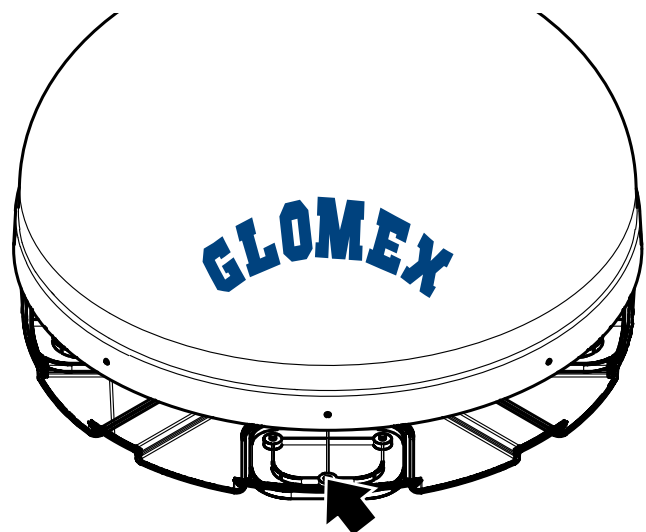

Fig. 11
5. OPERAZIONE OPZIONALE: rimuovere le piastre svitando i 2 dadi che le fissano al radome inferiore. Forare il radome inferiore con una punta di 8 mm in corrispondenza delle punzonature, reinstallare le piastre e forare in corrispondenza dei fori precedentemente praticati, sempre con una punta di 8 mm (Fig. 11).